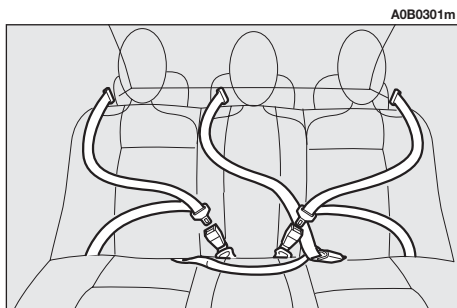

fig. 42
**Pour garantir la meilleure protection, les ceintures pour les places arrière doivent être bouclées selon les schémas des figures 42 et 44.**